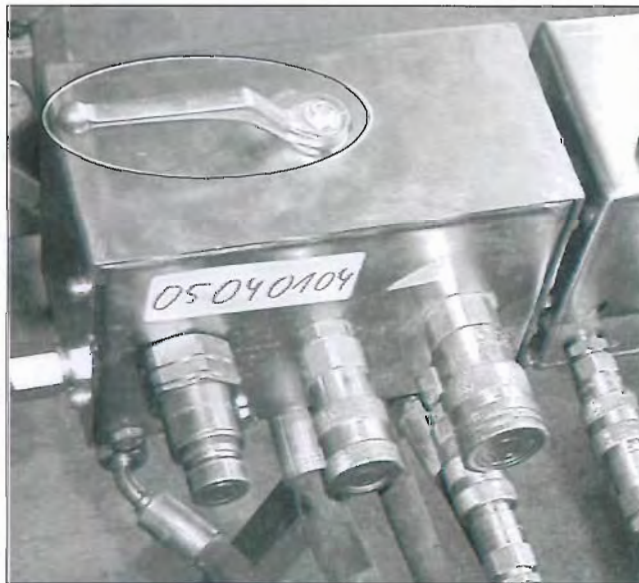

Рис. 7.1 Рычаг управл. на делителе потока в нейтральном положении
1. Приведите элементы управления главным контуром/приводом каната в нейтральное положение (маслостанция, см. инструкцию и пульт деления потока, Рис. 7.1)!